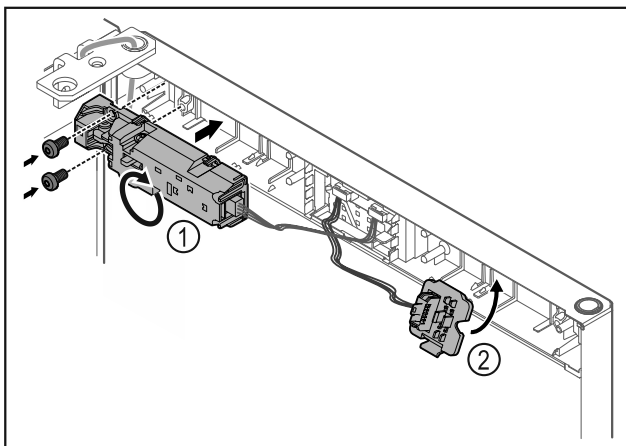

Fig. 19
- ▶ Otočte dálkový zámek Fig. 19 (1) o 180° a upevněte jej na protější straně.
- ▶ Zaklapněte držák zástrčky Fig. 19 (2) na protější straně.